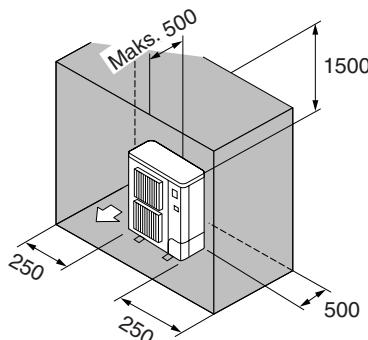

Fig. 2-7
⑥ Yalnızca arkadaki, yanındaki ve üstteki engeller (Fig. 2-7)